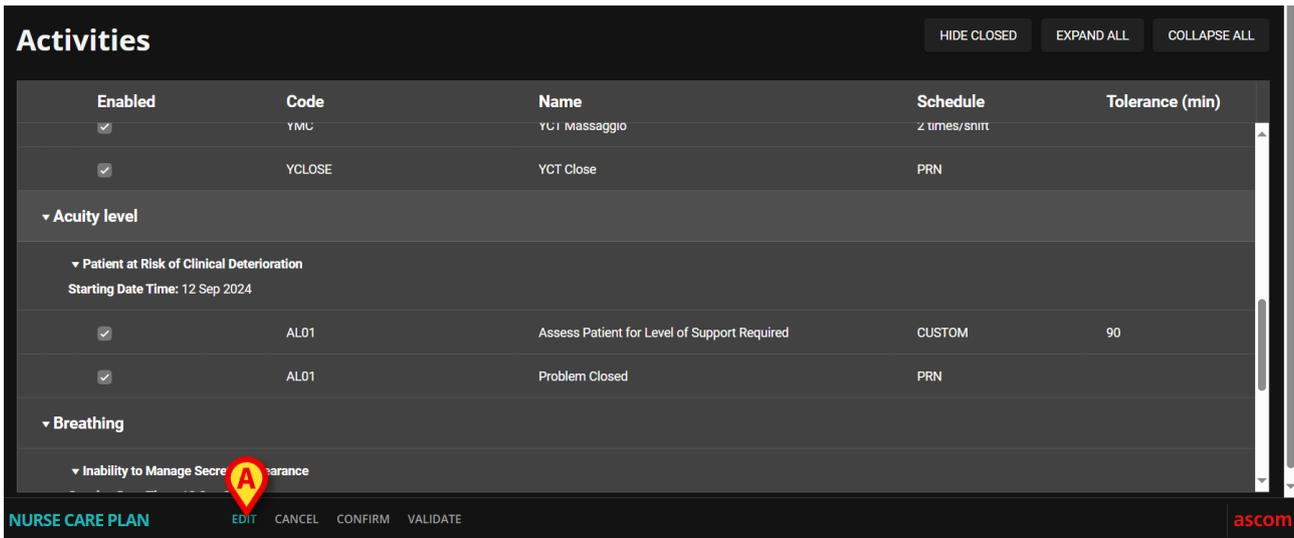

Fig 22
- Acceda a la pantalla "Plan Management" (Fig 22).
- Pulse el botón **Edit** (Editar) (Fig 22 A).